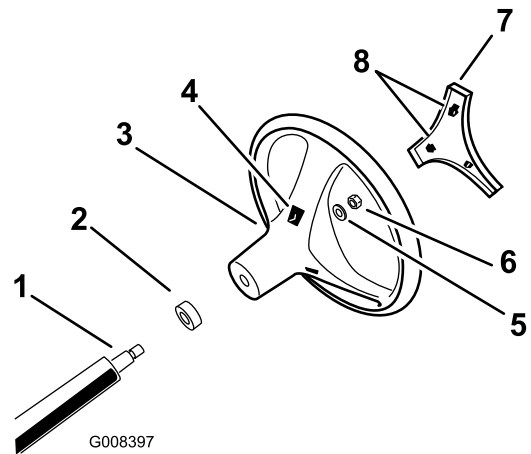

Bild 3
- Befestigen Sie das Lenkrad mit der Sicherungsmutter an der Welle (**Bild 3**). Ziehen Sie die Sicherungsmutter bis auf 24-29 N·m an
- Fluchten Sie die Nasen der Abdeckung mit den Schlitten im Lenkrad aus und lassen Sie die Abdeckung an der Lenkradnabe einrasten (**Bild 3**).